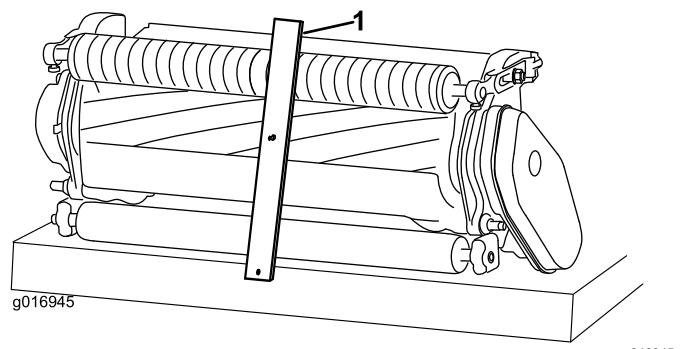

Figura 10
2. Prenda a cabeça do parafuso ao indicador da altura de corte no lado direito da extremidade cortante da lâmina de corte e apoie a extremidade traseira da barra no rolo traseiro (Figura 10).